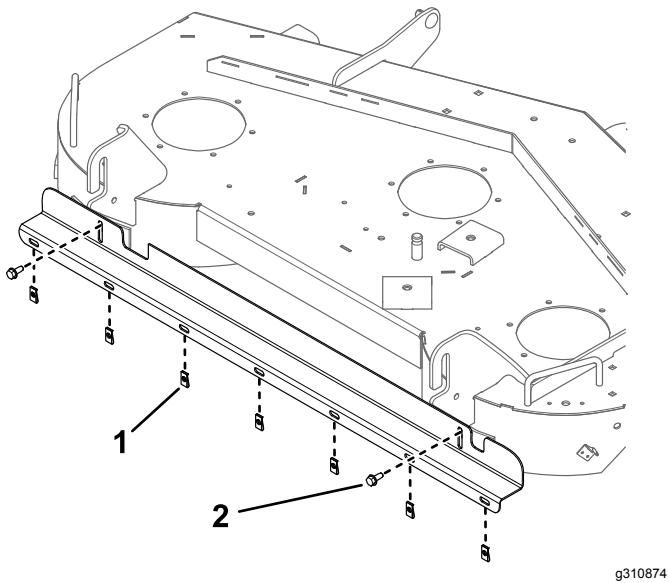

Bild 4
4. Befestigen Sie die Halterung mit zwei selbstschneidenden Schrauben an den Löchern (**Bild 4**).
- 2. Gewindeschraube (2)
5. Setzen Sie sieben Geschwindigkeitsmuttern in die offenen Löcher in der Halterung ein (**Bild 4**).